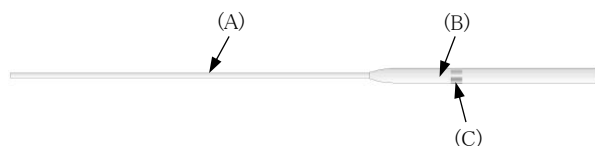

図 13
- 12) ガイドワイヤを残してデリバリーシステムを患者から抜去する。デリバリーシステムが完全に抜去されたことは、下記構成部を目視することで確認する。(図 13)
- (A) インナーカテーテル